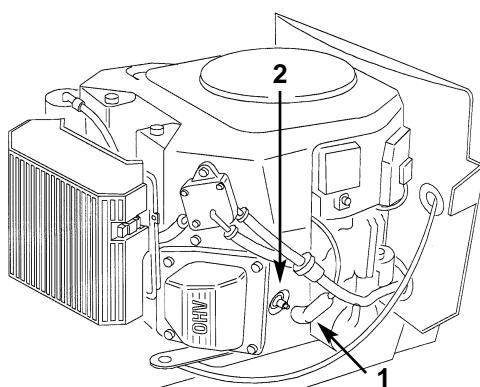

Figure 21
3. Togliete il cappellotto dalla candela (Fig. 21) e pulite attorno alla candela per impedire che lo sporco penetri nel motore e lo danneggi.
3. Spingete il cappellotto sulla candela (Fig. 21).